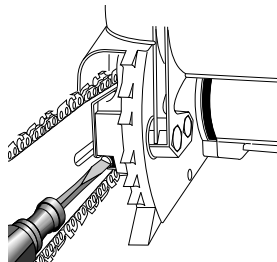
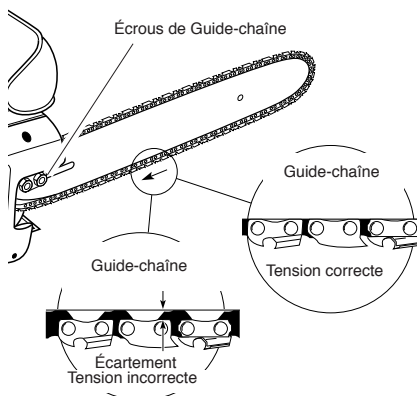

Figure 4 - Comment tourner la vis de réglage
Figure 5 - Réglage de la chaîne
2. Gire el tornillo de regulación en sentido horario hasta que no quede holgura en la cadena (voir la Figure 4). **Remarque:** No debería haber separación entre los eslabones laterales de la cadena y la parte inferior de la barra guía (voir la Figure 5).